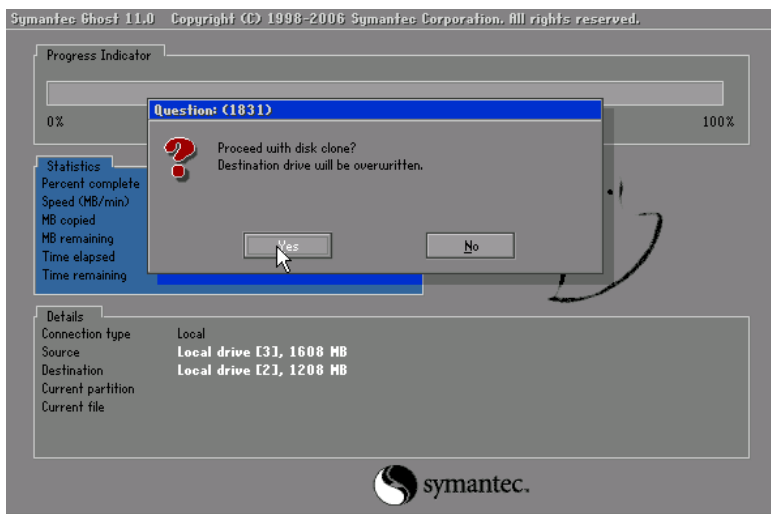

图 5-47 出现警告对话框
(5) 再单击“OK”按钮，出现一个警告对话框，如图 5-47 所示。